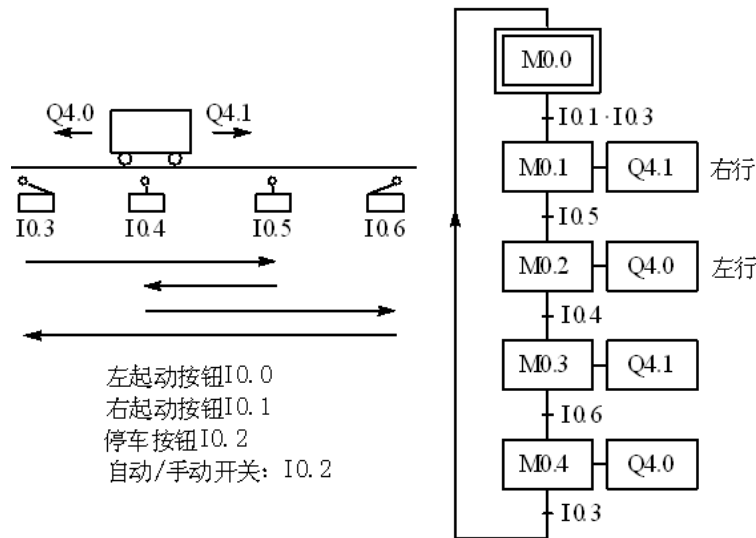

图 1
2) 小车按图 1 所示顺序运行，在右限位开关处暂停 6s 后返回起始位置。